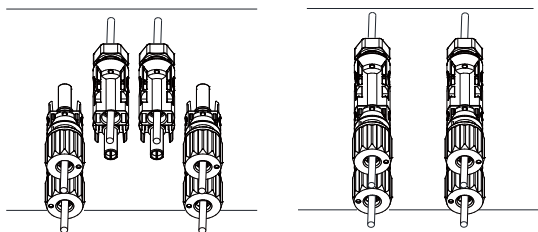

Imagen 5.6 Conexión de entrada de CC
- d) Finalmente inserte el conector CC en la entrada positiva y negativa del inversor, como se muestra en la imagen 5.6.